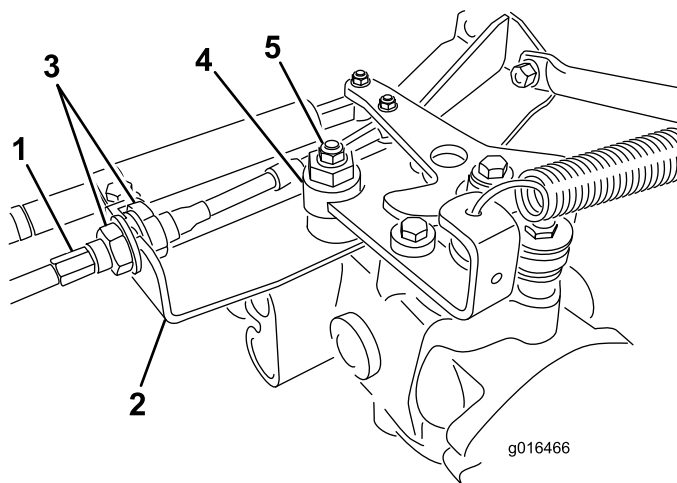

Figura 41
- A. Allentate entrambi i controdadi che fissano il cavo di comando della trazione alla paratia dell'igrostat (Figura 41). Verificate che i controdadi siano ugualmente allentati, in modo sufficiente da consentire la messa a punto.
Nota: Allentate il dado che fissa l'eccentrico alla parte superiore dell'igrostat (Figura 41).
- E. Quando la ruota cessa di girare, serrate il dado di bloccaggio dell'eccentrico per mantenere la messa a punto (Figura 41).
- G. Da ambo i lati della piastra serrate in modo uniforme i dadi che fissano il cavo di trazione alla piastra (Figura 41). Non torcete il cavo.